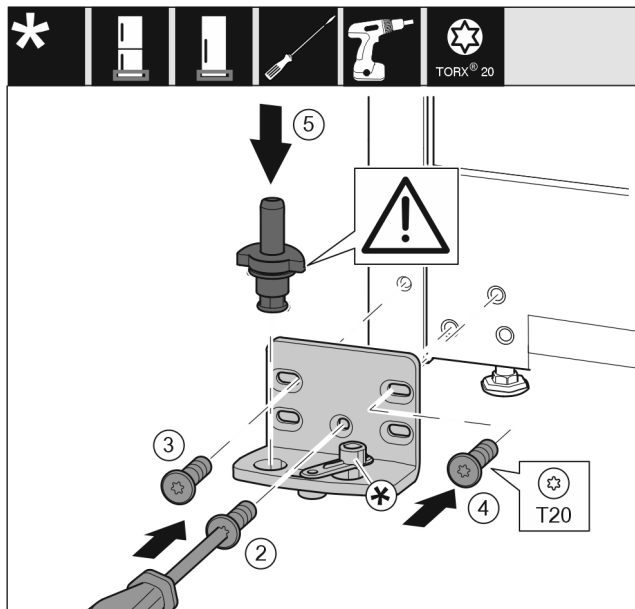

Fig. 19
- Встановіть опорний кронштейн з іншого боку та прикрутіть його за допомогою викрутки. Почніть із гвинта Fig. 19 (2), що розташований знизу посередині.
- Закрутіть гвинт Fig. 19 (3) і гвинт Fig. 19 (4).
- Повністю вставте опорний гвинт Fig. 19 (5). При цьому виступ фіксатора повинен бути спрямований назад.